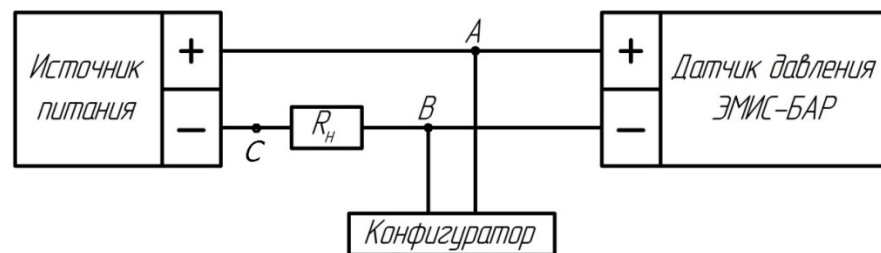

Рисунок 41 – Схема подключения датчика с устройством HART– коммуникации
**3.5.8** Если система построена по схеме «точка – точка» (рисунок 41, 42), то основная переменная может быть считана как в аналоговом виде, так и в цифровом. В многоточечной же системе аналоговая информация недоступна и считывание величины давления происходит только в цифровом виде.